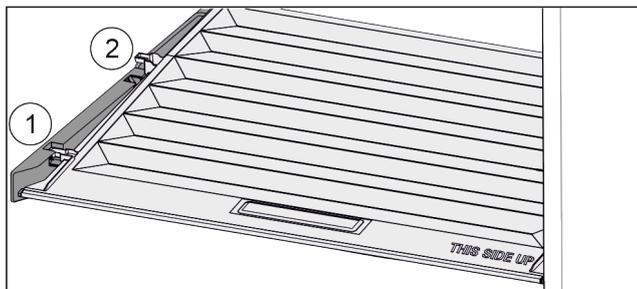

Fig. 28
- ▶ Deckel bis zur Öffnung in den Halteteilen nach vorne ziehen (Fig. 28 (1)).
- ▶ Hinten von unten anheben und nach oben wegnehmen (Fig. 28 (2)).